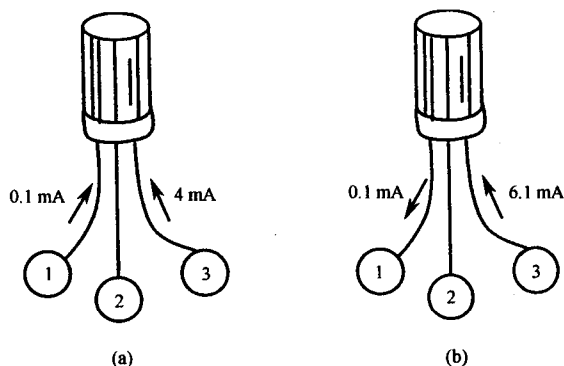

图 1.10
(5) 工作在放大电路中的两个晶体三极管，其电流分别如图 1.10(a), (b)所示。
- ① 试分别在图中标出管脚 e, b, c；
- ② 判别其管型，并估算它们的 $\bar{\beta}$ 值（设 $I_{CBO} \approx 0$ ）。